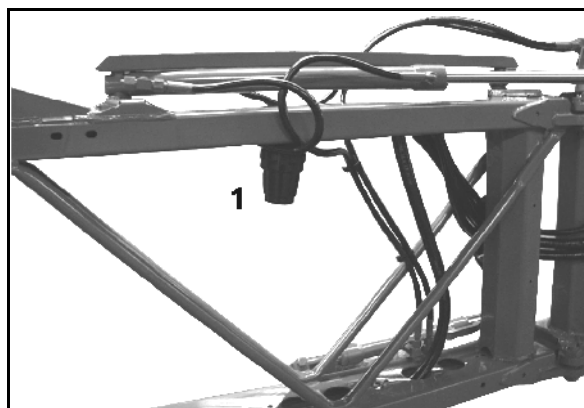

Bild 152
- Rengör ledningsfiltret (Bild 152/1) beroende på användningsförhållande var 3 – 4 månad.